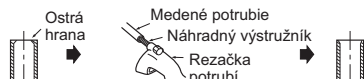

Fig. 3
- Pri pripájaní odtokovej hadice k tvrdému potrubiu z vinylchloridu dbajte, aby ste ju pripojili pevne. (Fig. 3)
- Vložte odtokovú zátku na miesto na zadnej strane interiérovej jednotky, kam sa má pripojiť odtoková hadica. (Fig. 3)
- 2) Z odrezaného prierezu potrubia dôkladne odstráňte všetky ostré hrany. (Fig. 3)